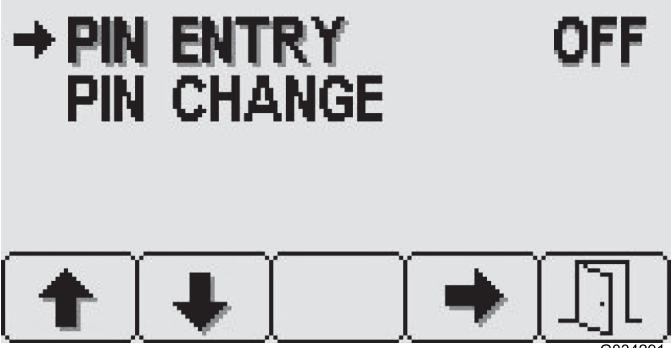

Figure 16
3. Dans l'écran Réglages code PIN, appuyez sur le bouton 4 pour sélectionner l'option Saisie du code PIN et pour activer ou désactiver le code PIN (Figure 16).